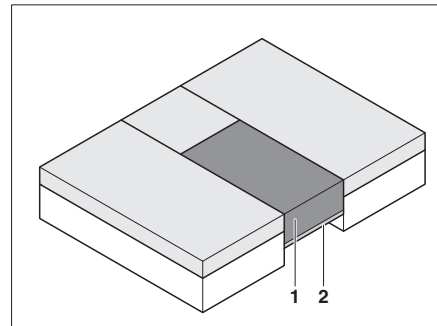

Bild 79 Efter ombyggnaden
- Lägg extradynan (Bild 79,1) på den utdragna ribbotten (Bild 79,2).
För att få extradynan (Bild 79,1) på samma höjd som de andra dynorna måste den tryckas in ordentligt.
- ▷ Sätt i extradynan (Bild 79,1) och sätt dig på den.